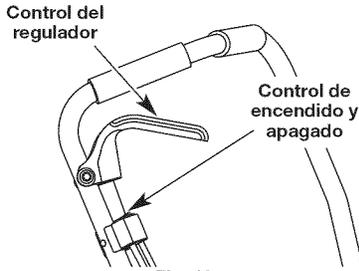

Fig. 10
**NOTA:** No hay necesidad de arrancar la unidad. El control de Encendido/ Apagado está en la posición **ENCENDIDO (I)** en todo momento (Fig. 10).
2. Coloque el control de encendido y apagado en posición de **APAGADO (O)** (Fig. 10).